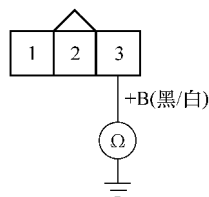

图 4-23 检查点火线圈插头 3 号端子与车身搭铁之间的导通性
14) 如图 4-23 所示, 检查 1 号点火线圈 3 芯插头 3 号端子与车身搭铁之间是否导通。